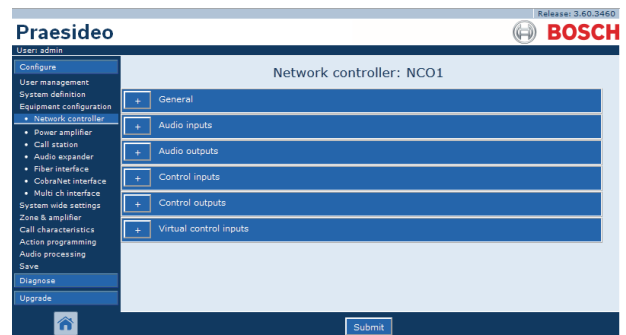

figura 44.3: Configurar el controlador de red, paso 2
- 2 Haga clic en el nombre del controlador de red que va a configurar. Aparecerá una pantalla similar a la mostrada en figura 44.3 en el cuadro principal de la interfaz Web.